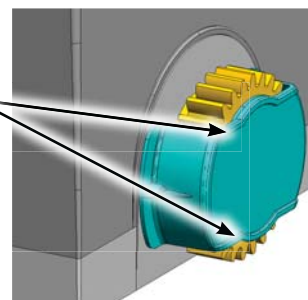

Fig. 10
3. Registrar a altura do motorreductor e a distância do portão em relação às cotas da Fig. 10.